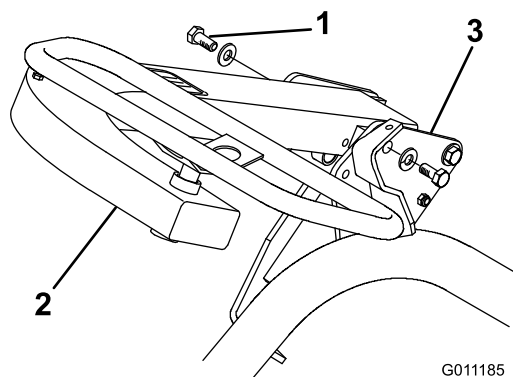

図 6
3. オペレータの体格に合わせて適当な取り付け穴を選択し、2本のボルト (1/2 x 3/4 inch) とワッシャ (1/2 インチ) (各1 ; 付属部品) でアームを固定する (図 6)。